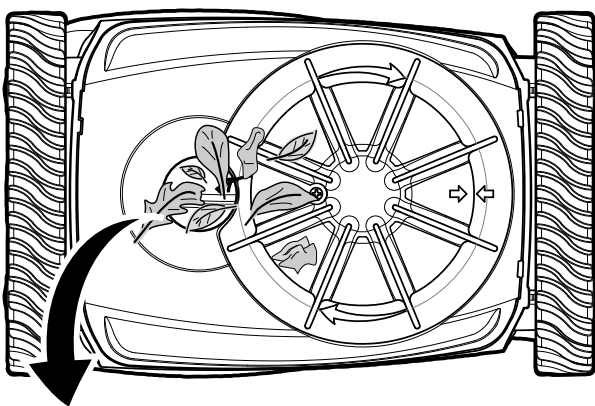

Figure 11
6. Retourner le nettoyeur et vérifier la présence de débris dans la brosse et dans l'embouchure (Figure 11).